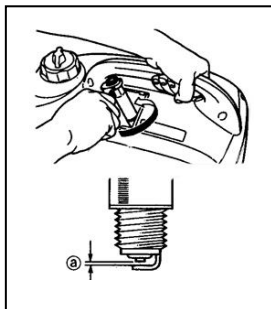

Fig.33
3. Comprobar la referencia de la bujía y ajustar el juego (Fig.33).